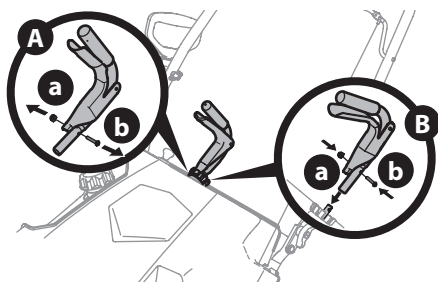

Figura 14
1. Retire la tuerca de seguridad hexagonal (a) y el tornillo para metales (b) del conjunto de control de rotación del canal (Figura 14, Recuadro A).
2. Coloque el conjunto de control de rotación del canal sobre la varilla de rotación del canal, alinee los orificios y asegure con la tuerca de seguridad hexagonal (a) y el tornillo para metales (b) (Figura 14, Recuadro B).